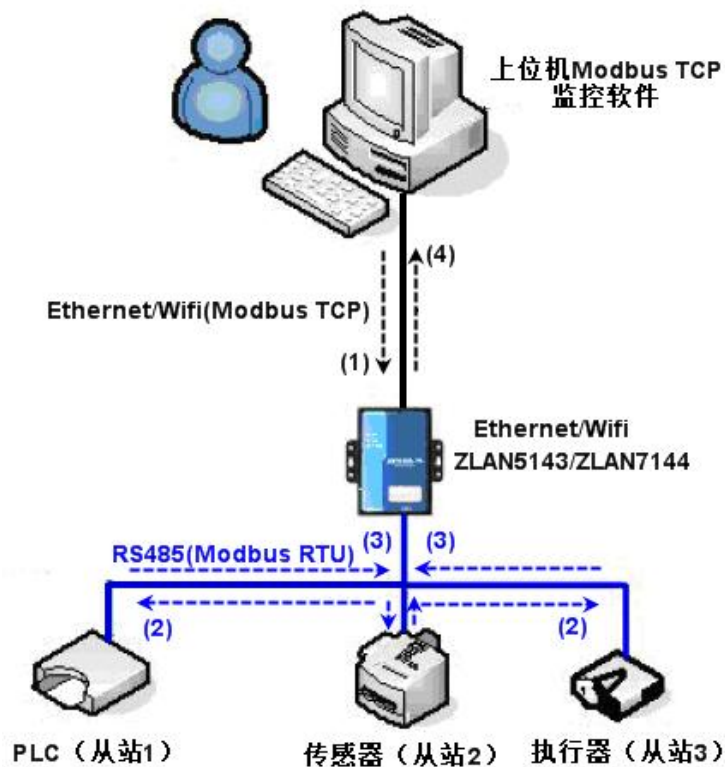

图 42 存储型 Modbus 网关工作方式
如图 42 所示：普通的 Modbus TCP 数据流方向为 (1) $\rightarrow$ (2) $\rightarrow$ (3) $\rightarrow$ (4)。即先将 Modbus TCP 指令转化为 Modbus RTU 的对应指令，然后设备应答 Modbus RTU 指令给 Modbus 网关，然后 Modbus 网关再次转化为 Modbus TCP 发送给监控上位机。